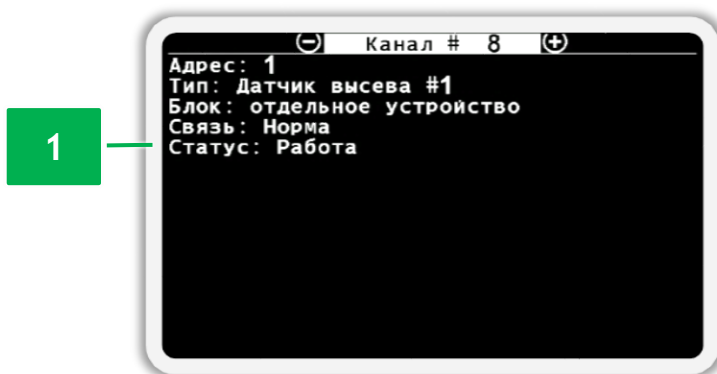

Рисунок 45 Экран просмотра состояния датчика контроля высева
- **Информация** - при выборе этого пункта меню происходит переход в экран просмотра состояния выбранного датчика (см. пункт 7.3.2). Датчики контроля высева имеют дополнительный статус (см. Рисунок 45 п.1), возможные состояния которого следующие: